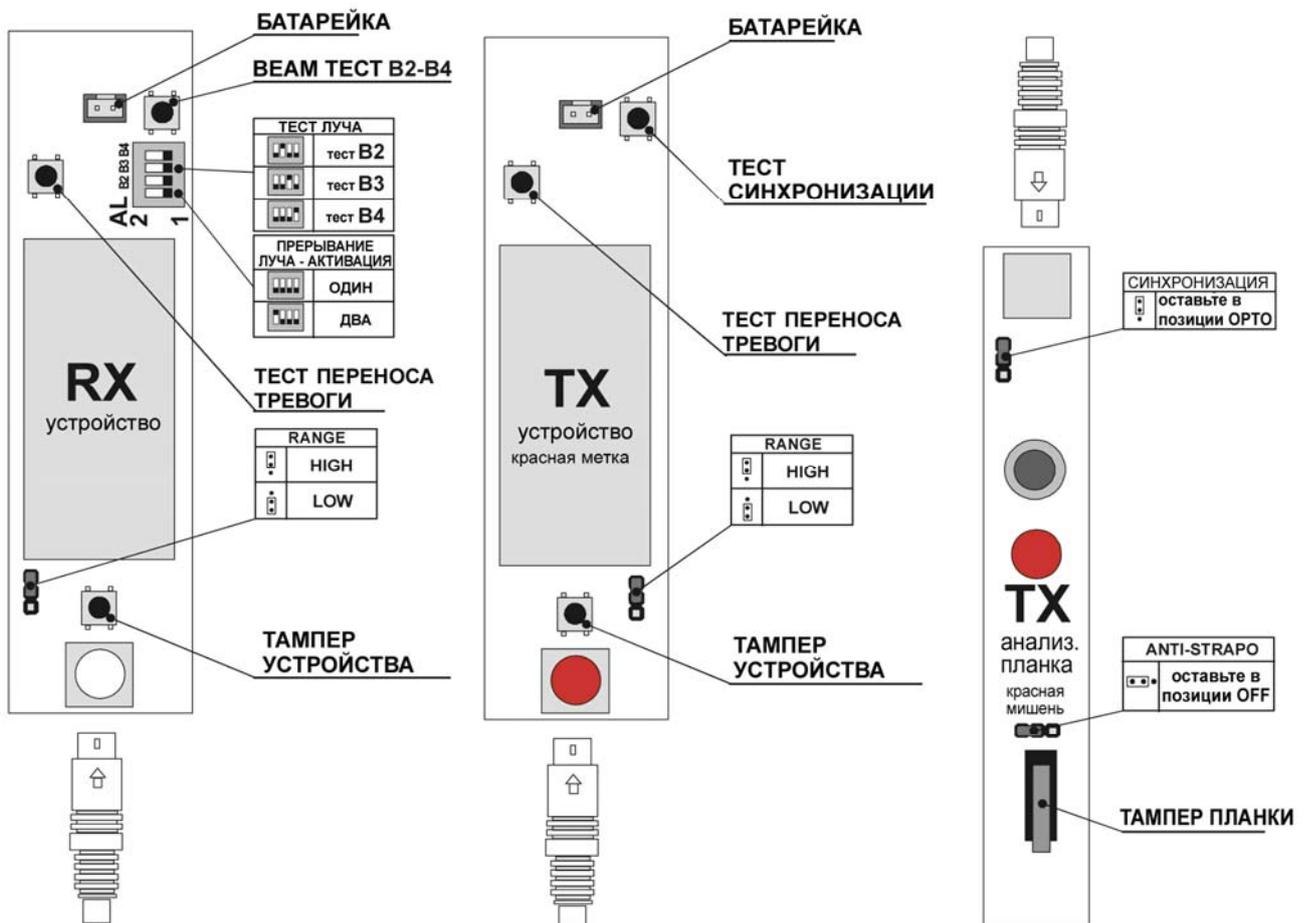

рисунок 3 - расположение элементов регулировки на платах соединений
- В зависимости от расстояния между барьерами установите перемычки RANGE (см. рисунок 3) на позицию в соответствии со следующей таблицей: